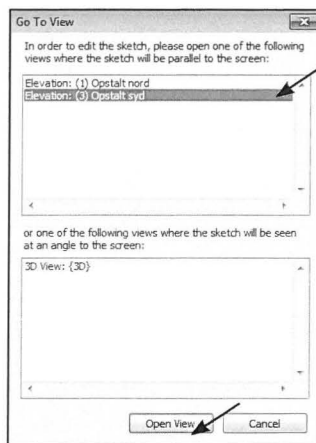

Fig. 09.81. Vælg opstalt syd.
- Vælg View, i dette tilfælde, Opstalt Syd, da det var syd facaden vi klikkede på (Fig. 09.81).